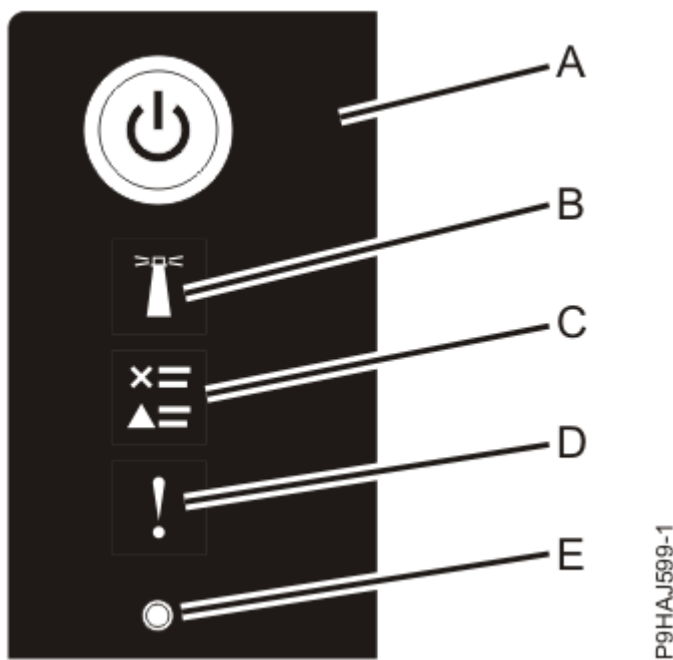

Рисунок 28. Индикаторы панели управления
3. Нажмите кнопку питания **(A)** на панели управления, как показано на рисунке Рисунок 28 на стр. 35.